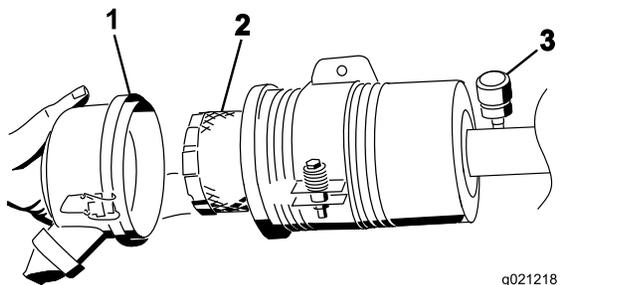

Figura 81
- Togliete il filtro e sostituitelo (Figura 81).